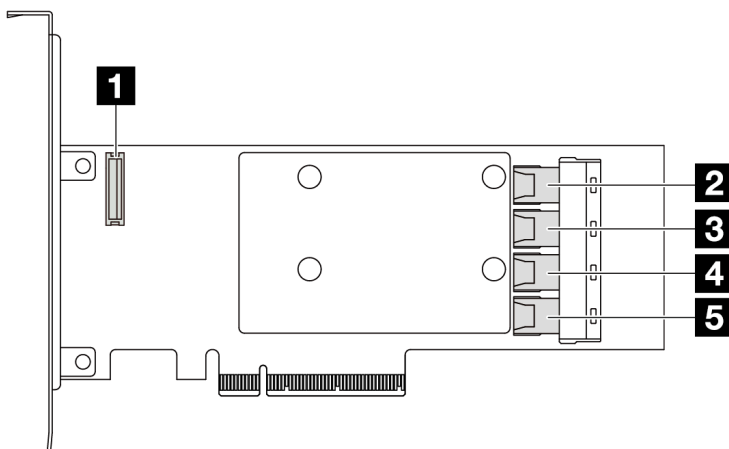

Figura 317. Adattatore RAID/HBA SFF 16i Gen 3 (quattro connettori di porta)
- Figura 317 "Adattatore RAID SFF 16i Gen 3 (quattro connettori di porta)" a pagina 357